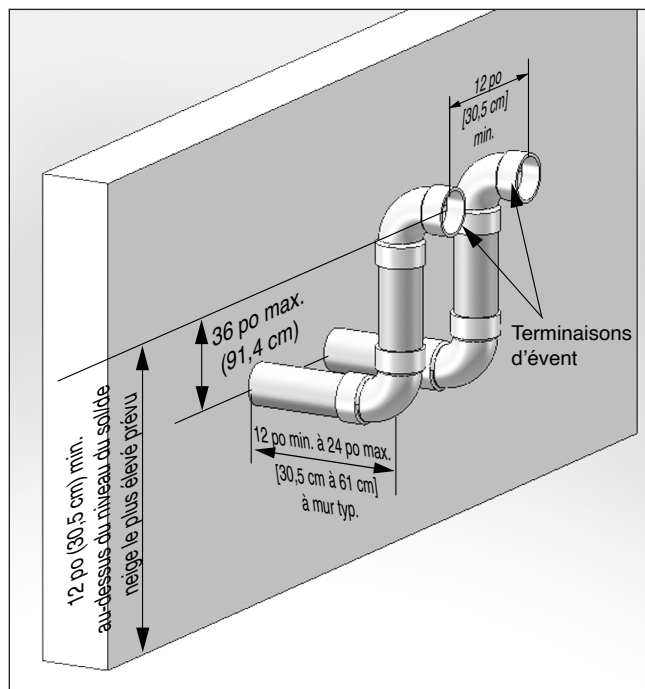

Fig. 20 - Catégorie IV - Terminaison murale de plusieurs chaudières INSTINCT
2. Chaque terminaison d'évent doit être à un minimum de distance de 12 po [30,5 cm] de la terminaison adjacente, dans le cas des installations aux États-Unis, comme illustré à la fig. 20 ci-dessous. Pour les installations au Canada, fournissez les dégagements exigés par la norme CAN/CSA B149.1.